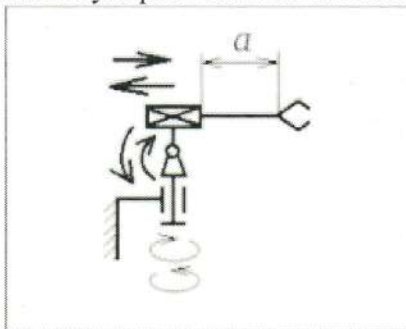

Рисунок 5. Исходные данные к практическому заданию 1.5
1.5: Произвести аналитический расчёт и графическое отображение рабочей зоны робота-манипулятора, основанного на сферической системе координат. Выразить результат вычислений через переменную расстояния «а». Исходные данные рис.5.